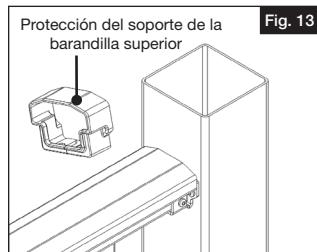

Fig. 13
- c. Abra la protección del soporte de la barandilla superior para colocarla alrededor de la barandilla superior (Fig. 13). Mientras esté abierta, asegúrese de que la "lengüeta" encaje detrás de la barandilla y contra el poste.